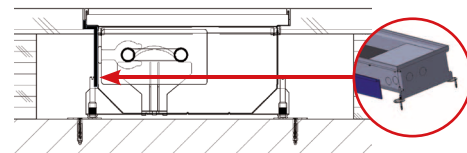

РИС. 6: Пустотелый пол – теплоизоляция для внутрипольного конвектора без вентилятора – для защиты пола со стороны теплообменника
- В случае установки конвектора в паркетный, ламинатный или деревянный пол взвесьте возможность использования теплоизоляции на наружной поверхности короба конвектора со стороны теплообменника (Рис. 6).